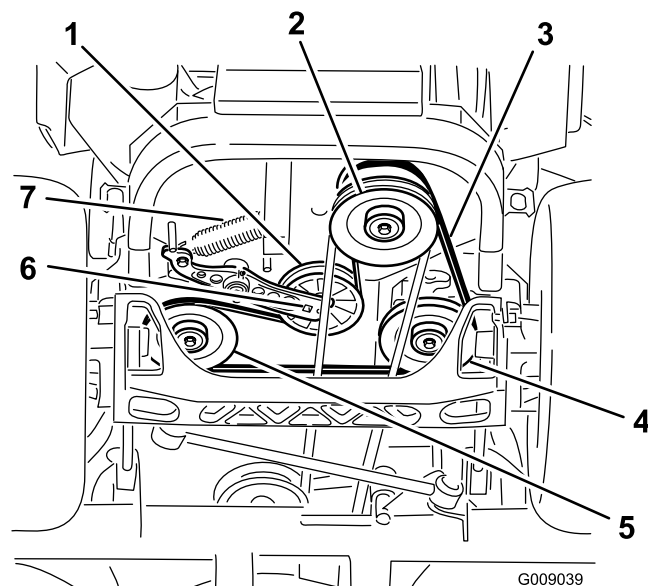

Figure 83
4. Soulevez la machine sur des chandelles (Figure 83).
5. Insérez un rochet dans le trou carré du bras de la poulie de tension pour déposer le ressort de la poulie de tension (Figure 83).
6. Décrochez le ressort de la poulie de tension du châssis (Figure 83).
9. Insérez un rochet dans le trou carré du bras de la poulie de tension pour installer le ressort de la poulie de tension sur le châssis (Figure 83).